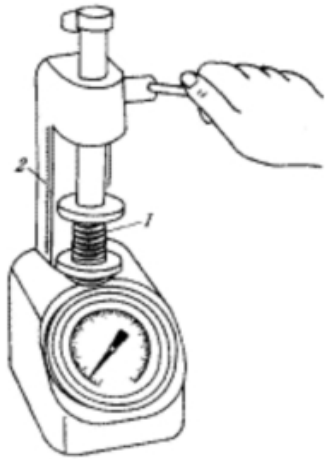

图 3-40 用弹簧检验仪检查
(2)检查气门弹簧的弹力。气门弹簧的弹力可用弹簧弹力试验器进行检查(如图3-40所示),将弹簧压缩至规定长度,如果弹簧弹力的减小值大于原厂规定弹力的10%,则应更换新件。